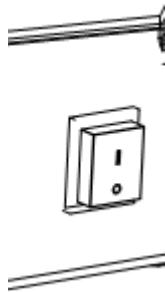

Figura 2
- m. Portare l'interruttore in posizione I e controllare che la ventola funzioni correttamente. (Figura 2)